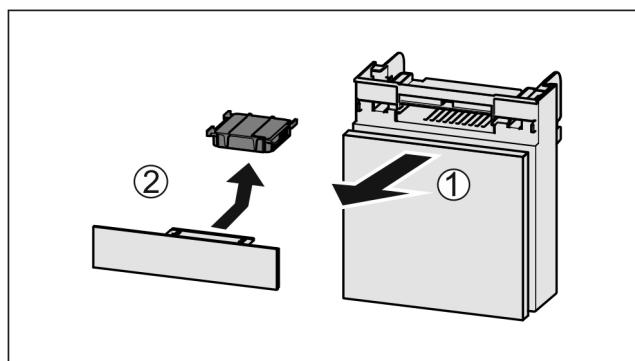

Fig. 123
- Vytiahnite zásuvku smerom dopredu Fig. 123 (1).
- Vyberte aktívny uhlíkový filter Fig. 123 (2).